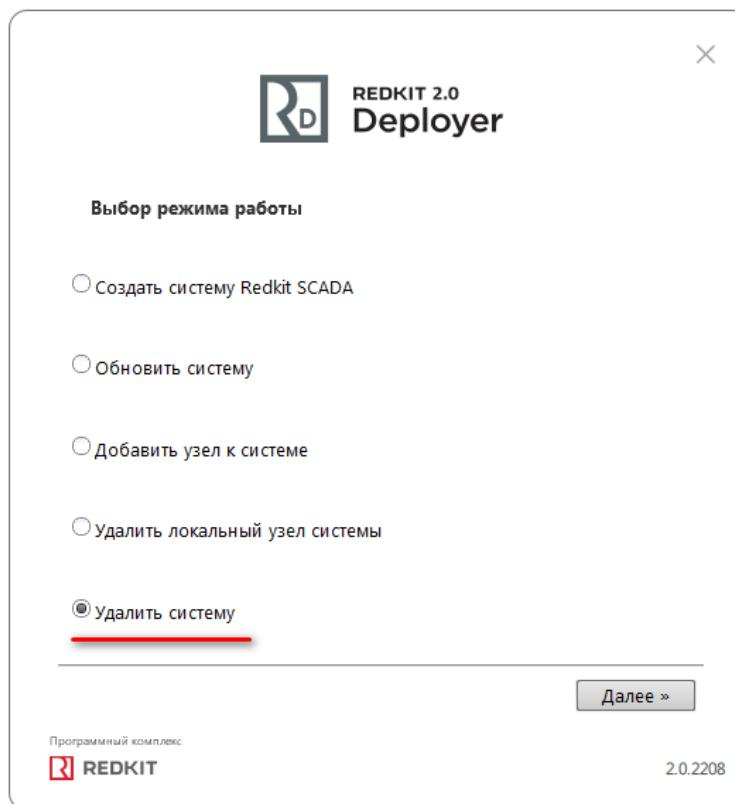

Рисунок 213 - Удаление системы
2. Выберите соответствующий режим (Рисунок 213). Нажмите **Далее**.